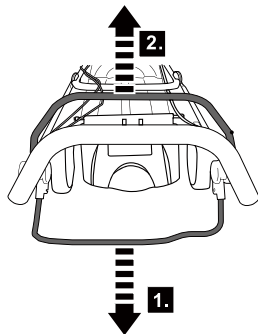

Fig. 21
1. Relâcher la barre d'entraînement (3) pour stopper la fonction d'autopropulsion (Fig. 21, 1).
2. Relâcher la barre de freinage (2) pour arrêter le moteur et la lame (Fig. 21, 2).